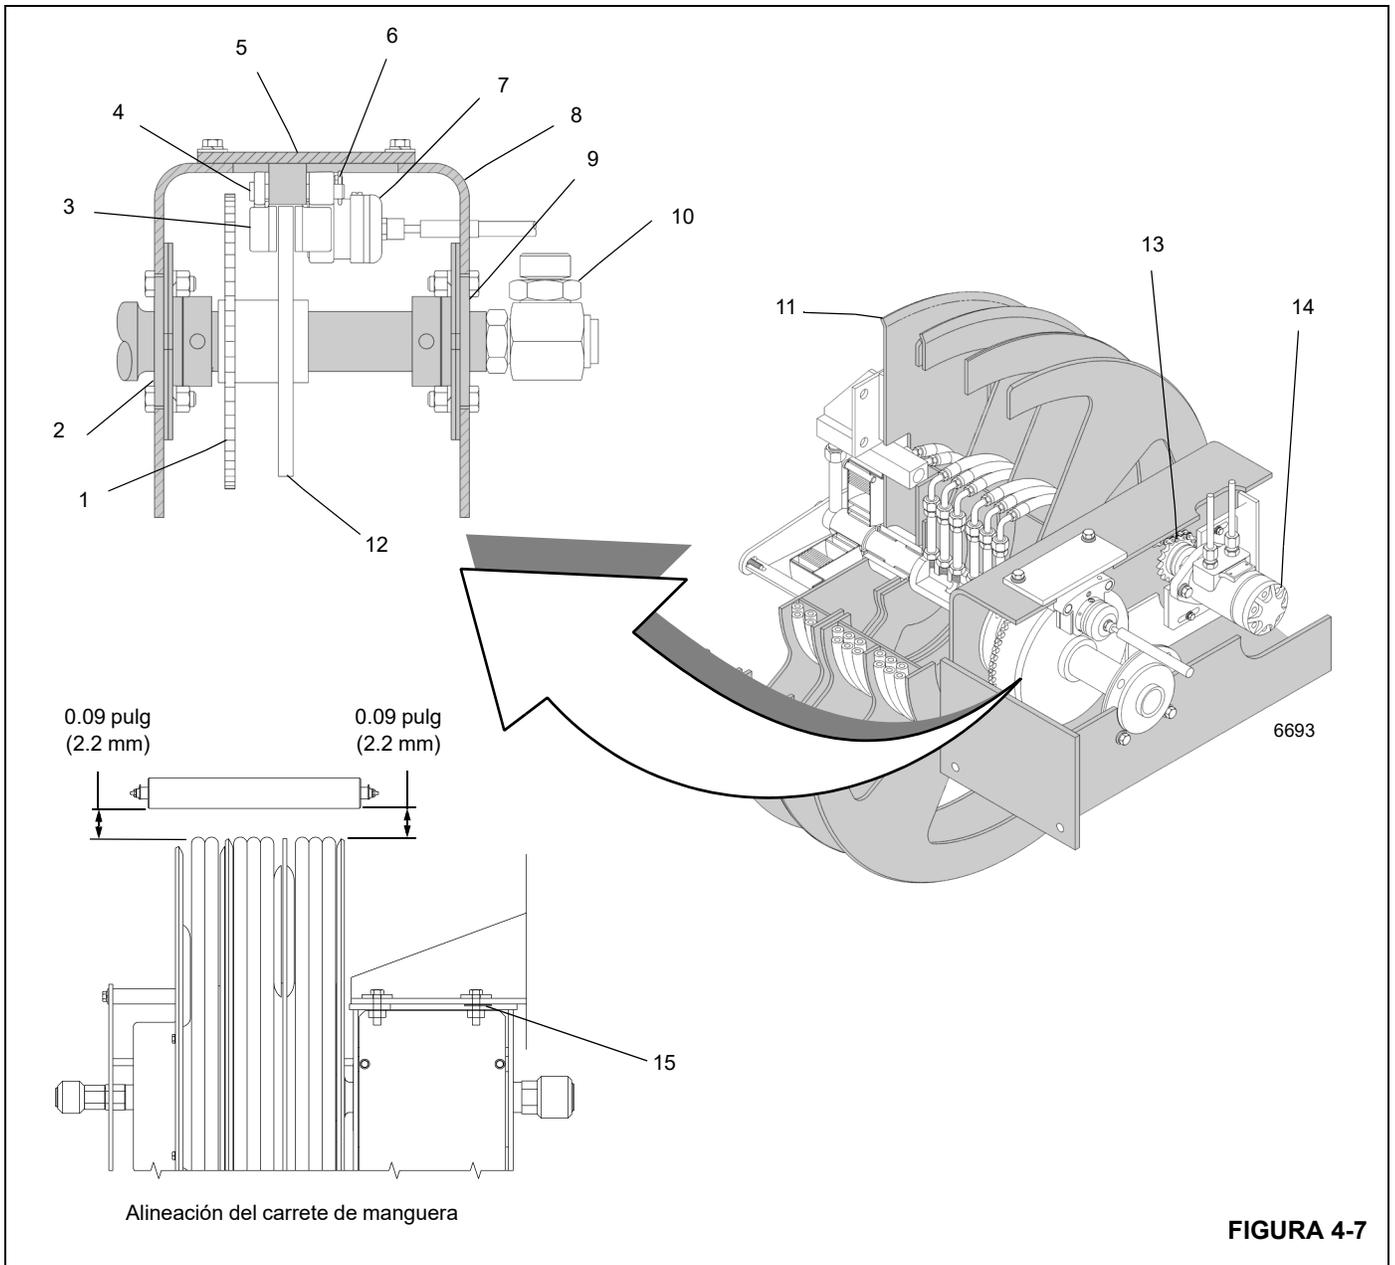

FIGURA 4-7
3. Arme el freno (Figura 4-7) en el disco de freno y ajuste como sigue:
4. Instale la rueda dentada (Figura 4-7) de la manera siguiente:
5. Instale la cadena. Use la arandela de seguridad, la arandela plana y la tuerca hexagonal para aplicar tensión. Mida la holgura de la cadena cerca del centro del tramo de cadena. La holgura de la cadena debe ser de 0.25 pulg \pm 0.12 (0.6 cm \pm 0.3) (Figura 4-7).